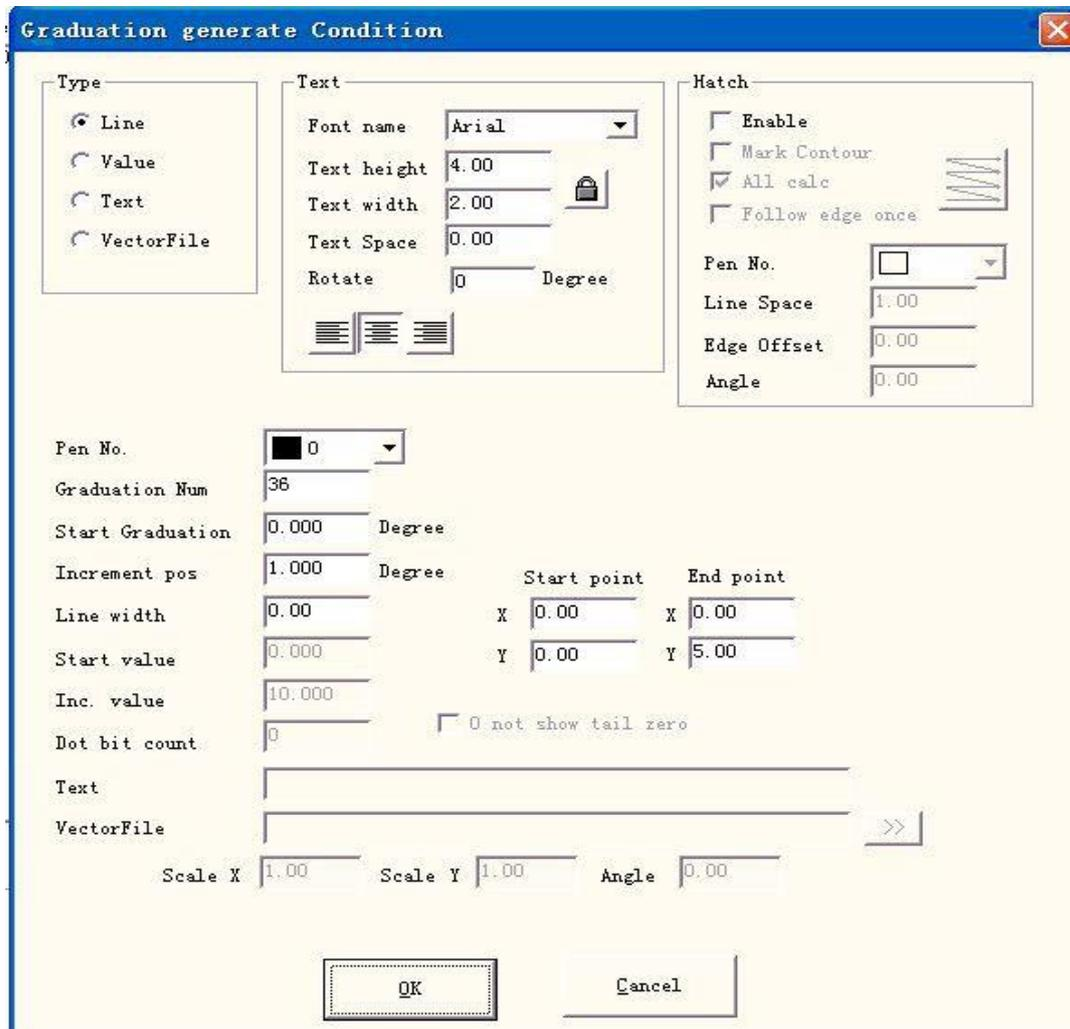

Abbildung 8-24 Dialogfeld Lineal erstellen
Klicken Sie auf "Hinzufügen", um das Lineal zu bearbeiten (siehe Abbildung 8-24 : ).
**Zentimetern (dreihundert Millimetern) :** Nachdem Sie die externe Achse eingestellt haben, wählen Sie das gerade Lineal aus und klicken Sie auf "Hinzufügen", um die Linie einzustellen (siehe Abbildung 8-24).